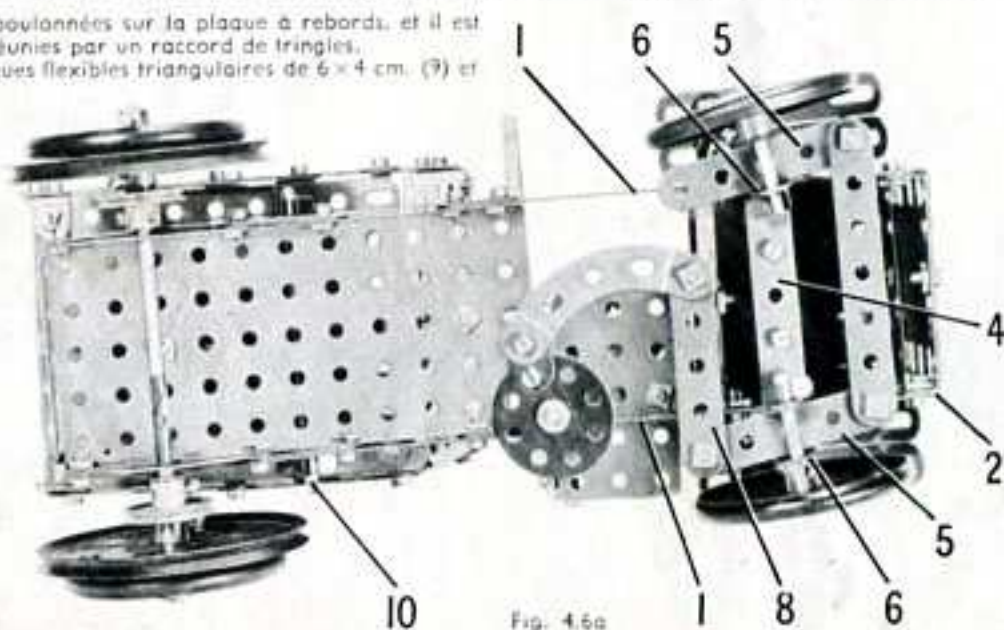

Fig. 4.6a
Le châssis est une plaque à rebords de 14×6 cm., prolongée par des bandes de 11 trous (1). Ces bandes dépassent la plaque à rebords de deux trous, et elles sont réunies par une bande coudée de 60×12 mm. (2) (Fig. 4.6a). L'avant du poste de conduite est une moitié de plaque à charnières fixée à une extrémité de la plaque à rebords par un support plat.
Une bande de 7 trous (4) (Fig. 4.6a) est boulonnée sur une bande coudée de 60×12 mm., fixée sur les bandes (1). Les bandes de 5 trous (5) passées dans les supports doubles (6) sont libres de pivoter sur des boudins de 9,5 mm., articulés sur la bande (4) par contre-écrou. Les bandes (5) sont réunies l'une à l'autre par une bande de 7 trous tenue par des boudins munis de contre-écrous. Deux roues d'auto sont bloquées sur des tringles de 4 cm., qui passent dans les supports doubles (6).